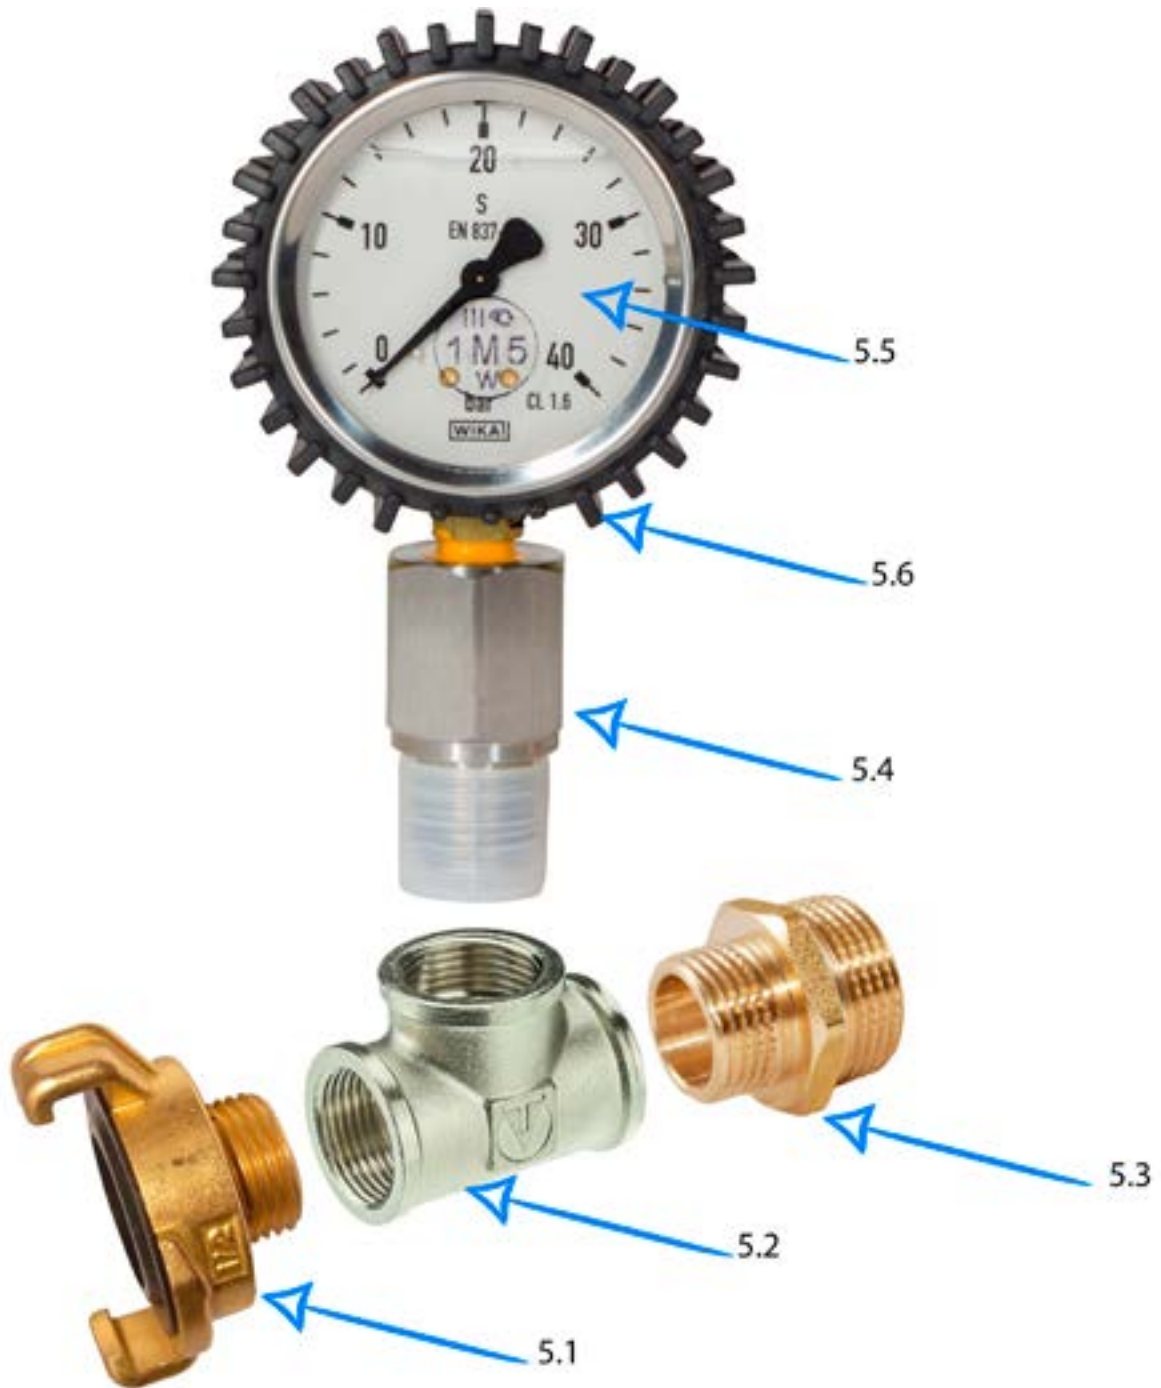

Рис.2. Тройник с манометром GEKA 3/4» поз 6.
- Для контроля давления используйте манометр поз.6 (Рис.2).